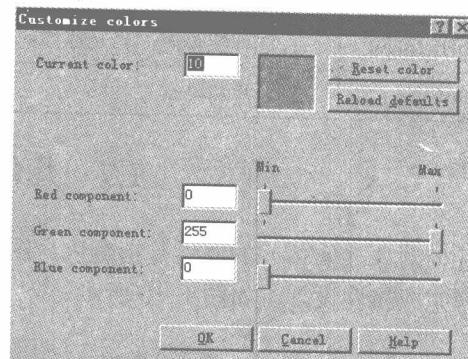

图 1-13
④ 单击“Customize”按钮，弹出“Customize colors”对话框，如图 1-13 所示。通过拖动“Red (红)”、“Green (绿)”、“Blue (蓝)”颜色的滑块来配置所需要的颜色。此时，用新配置的颜色替代了原色号对话框的默认颜色。单击“Reset color”按钮，可以将当前色号对应的颜色恢复至配置前的颜色；单击“Reload defaults”按钮，可以将所有色号对应的配置颜色恢复至其默认颜色。